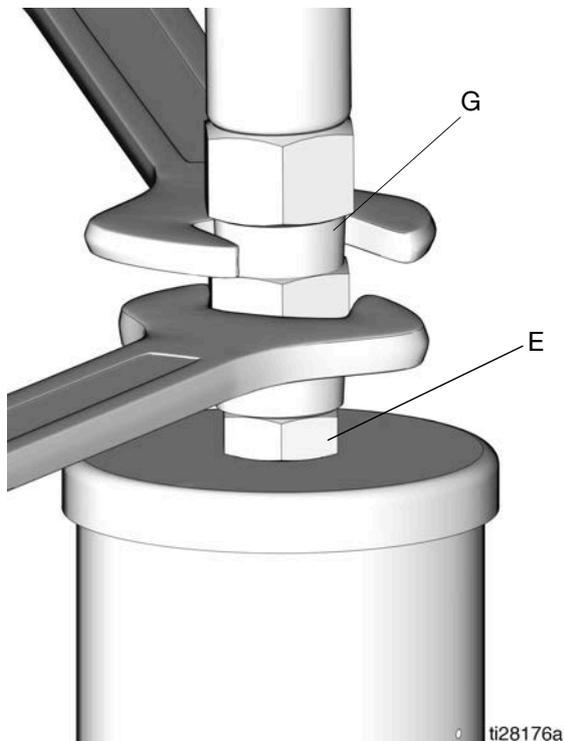

FIG. 8
2. Scaricare la pressione nel sistema utilizzando due chiavi operanti in direzioni opposte sull'uscita della pompa (E) e sul raccordo della linea di lubrificazione (G) per allentare lentamente il raccordo finché quest'ultimo non è allentato e da esso non fuoriescono più né lubrificante né aria (Fig. 8).